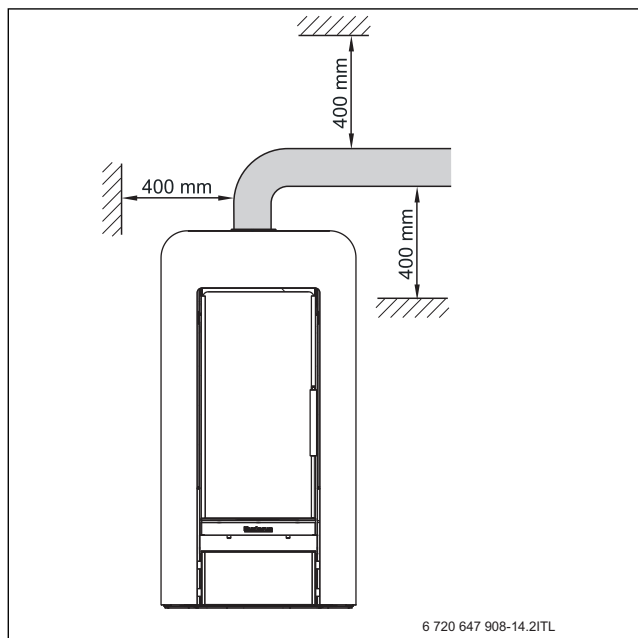

Bild 15 Sicherheitsabstände des Abgasrohrs
- Sicherheitsabstände der Abgasrohre zu brennbaren Bauteilen nach EN 1856-2 (→ Bild 15) einhalten.